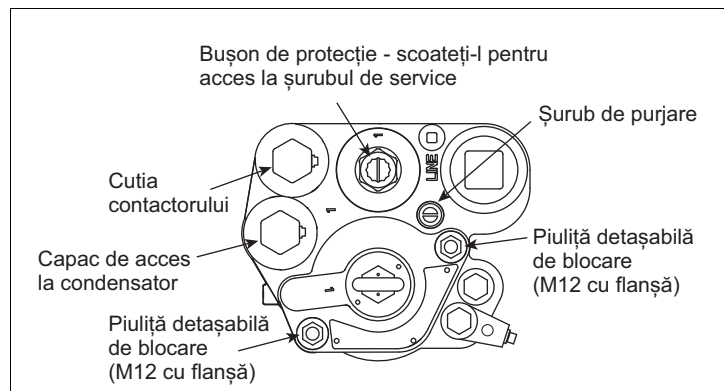

Figura 26. Piulițele de blocare ale unității detașabile
2. Scoateți cele două piulițe de blocare ale unității detașabile și eliminați-le (vezi Figura 26). Arcurile de pe bolțurile de blocare între flanșa detașabilă și distribuitor vor împinge unitatea detașabilă în sus, rupând garniturile.
15. Rotiți șurubul de purjare a aerului cu 2 - 3 ture în sens antiorar (vezi Figura 26).
2. Scoateți și păstrați bușonul de protecție de pe șurubul de service și rotiți șurubul în sens orar (vezi Figura 26 la pagina 31). Pe măsură ce șurubul se apropie de poziția de jos, veți auzi cum sistemul se depresurizează. Continuați să rotiți șurubul până la refuz. După ce șurubul este complet coborât, rotiți-l invers cu 4 ture pentru a ridica ventilul de reținere și pentru a lăsa combustibilul să se scurgă din cavitățile hidraulice ale distribuitorului. Continuați să rotiți șurubul în sens antiorar până ce auziți ventilul de reținere cum cade în poziție.
8. Deschideți șurubul de purjare a aerului cu 2 - 3 ture în sens antiorar (vezi Figura 26).